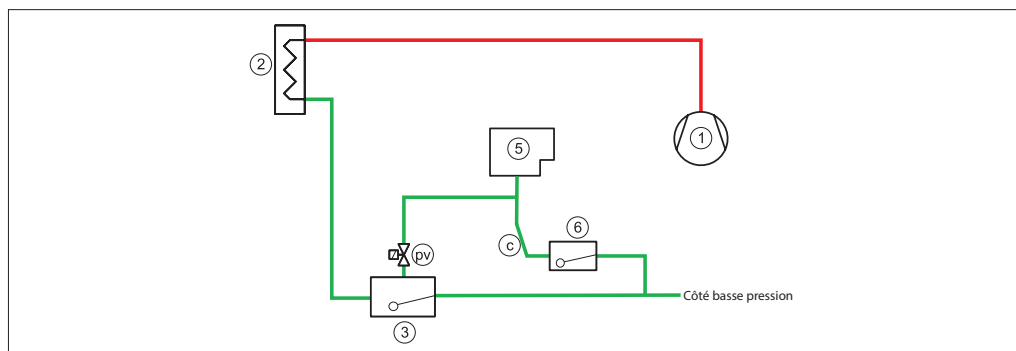

Fig. 8 Raccords de purge (pv). La canalisation de vidange (c) doit être en pente verticale/descendante
Pour les systèmes équipés d'un contrôleur de niveau de liquide haute pression, l'air s'accumule dans la vanne à flotteur (3). (Voir fig. 8.).